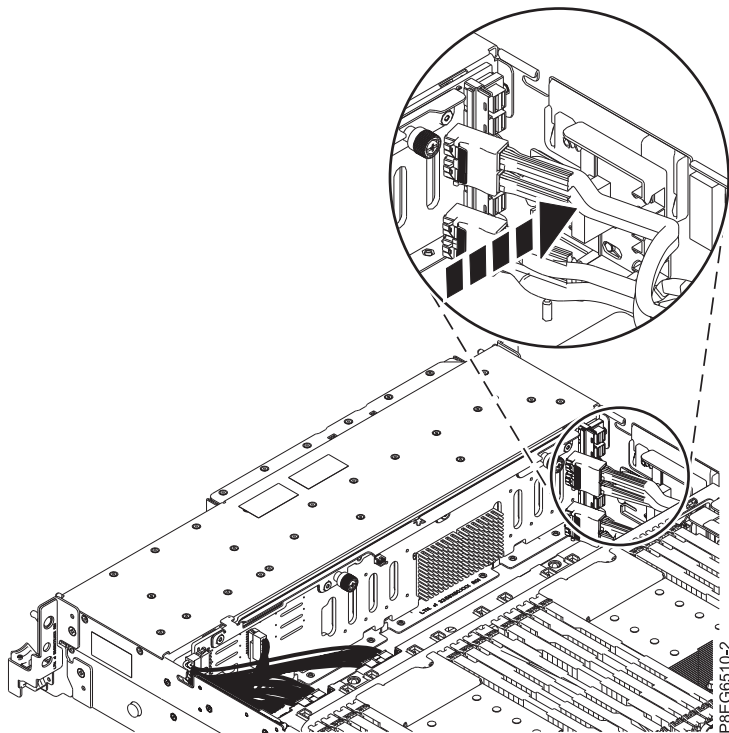

図 7. 前面 SAS ケーブルのガイド・ブロックへの取り付け直し
8. 10 ページの図 7 に示すように、前面 SAS ケーブルをシャーシ側面のガイド・ブロックに取り付け直します。